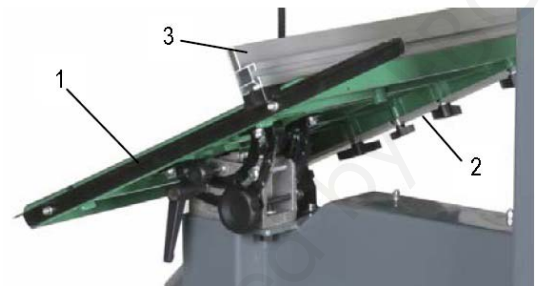

Fig. 6 : Montage de la butée longitudinale
1. Commencez par monter la barre de soutien arrière (fig. 6, 1) avec 2 vis M6x20 et 2 rondelles.
2. Fixez ensuite la barre de soutien avant (fig. 6, 2) avec les 4 vis papillons et les 4 rondelles (M8).
3. Accrochez la butée longitudinale (fig. 6, 3) dans la barre de soutien arrière puis dans la barre de soutien avant.